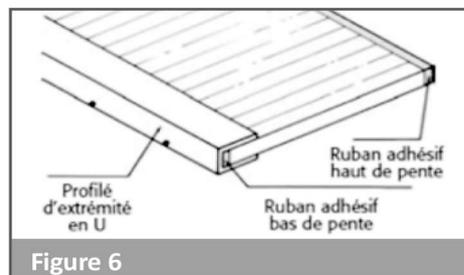

Figure 6
3. Mise en place des rubans adhésifs en haut et bas de plaques (figure 6).
8. Mise en place des profilés obturateurs U en bas des plaques (figure 6).